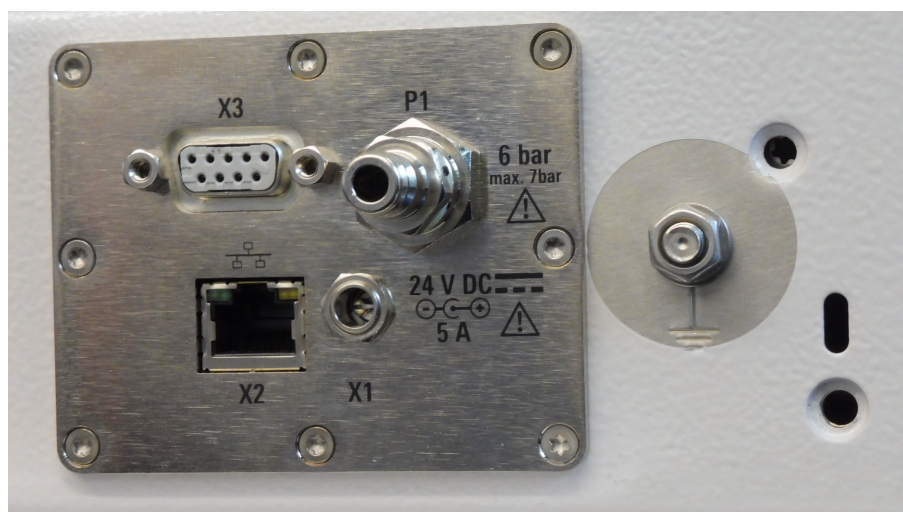

図 6-6: 電源供給／制御パネル
クイック結合プラグ[P1]（図 6-6 を参照）には、直径 6 mm のフレキシブルチューブに対応するプッシュプルアダプターが追加で付属します。
1. シリアルポート経由でのリモート制御では、制御システムと D-Sub 9 コネクタを RS-232 ケーブルで接続します（[X3]の図 6-6 を参照）。
2. イーサネット経由でのリモート制御では、制御システムと RJ45 コネクタを LAN ケーブルで接続します（[X2]の図 6-6 を参照）。